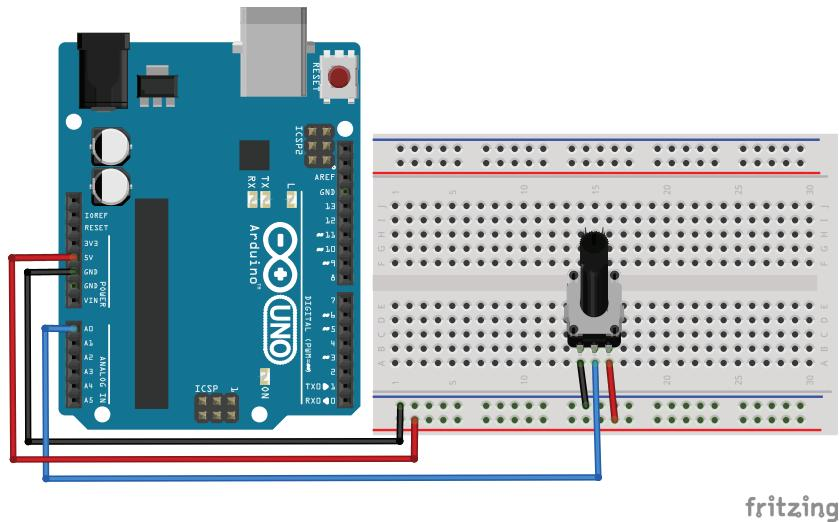

Рис. 4.1. Схема подключения потенциометра
Рассмотрим, как использовать потенциометр в качестве аналогового датчика. Рисунок 4.1 показывает, как правильно подключить
1. Подключаем потенциометр по схеме на рис. 4.1.
- Подключаем потенциометр по схеме на рис. 4.1.